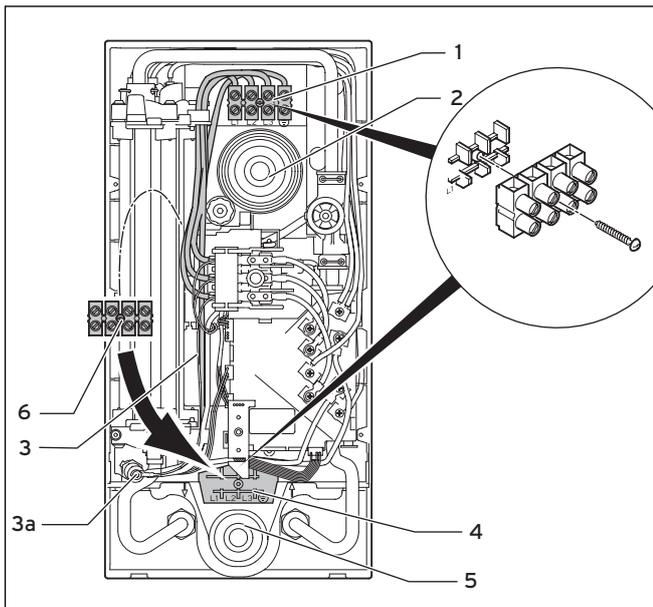

Abb. 4.11 Elektrischer Anschluss oben oder unten
- Schließen Sie die einzelnen Adern an L1, L2, L3 und den Schutzleiter der Netzanschlussklemme (1 in Abb. 4.11) an.
- Schrauben Sie die Netzanschlussklemme (1) ab (siehe Abb. 4.11).
- Verlegen Sie die Netzanschlussklemme (6) inklusive der internen Kabel an die untere Position (4) im Gerät.
- Schrauben Sie die Netzanschlussklemme an der unteren Position (4) fest.
- Achten Sie besonders auf den internen Schutzleiter (3), der an der Position 3a verschraubt ist.